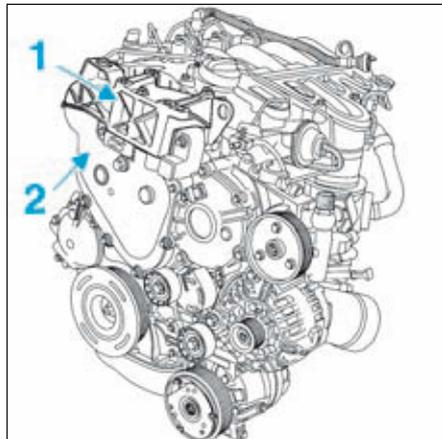

FIG. 107
- le support pendulaire de culasse (1) (Fig.107),